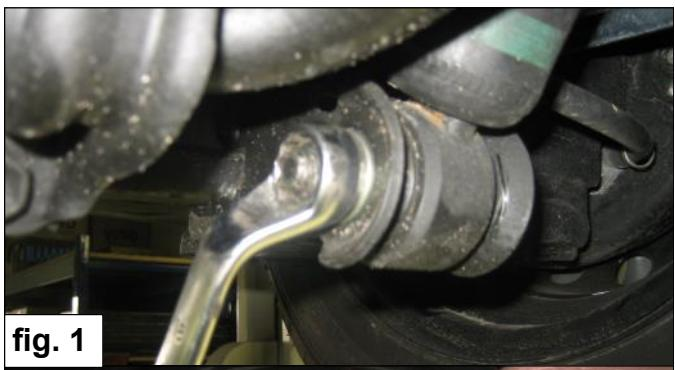

fig. 1
1. Demonteer de onderste schokdemperbout en hef de auto uit de veren. **Zie fig. 1**